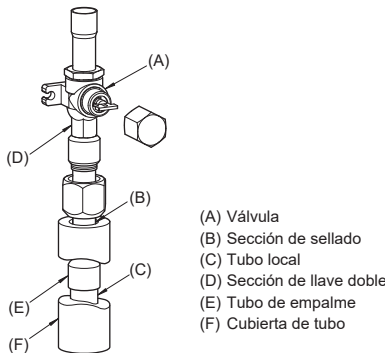

Fig. 4-3
- Utilice el siguiente procedimientos para conectar el tubo del lado de gas. (Fig. 4-3)
- Suelde el tubo de empalme (E) suministrado a la unidad exterior utilizando materiales de soldadura adquiridos localmente y el tubo local (C) sin oxígeno.
- Conecte el tubo de empalme (E) a la válvula del lado de gas. Utilice dos llaves para apretar la tuerca abocardada.